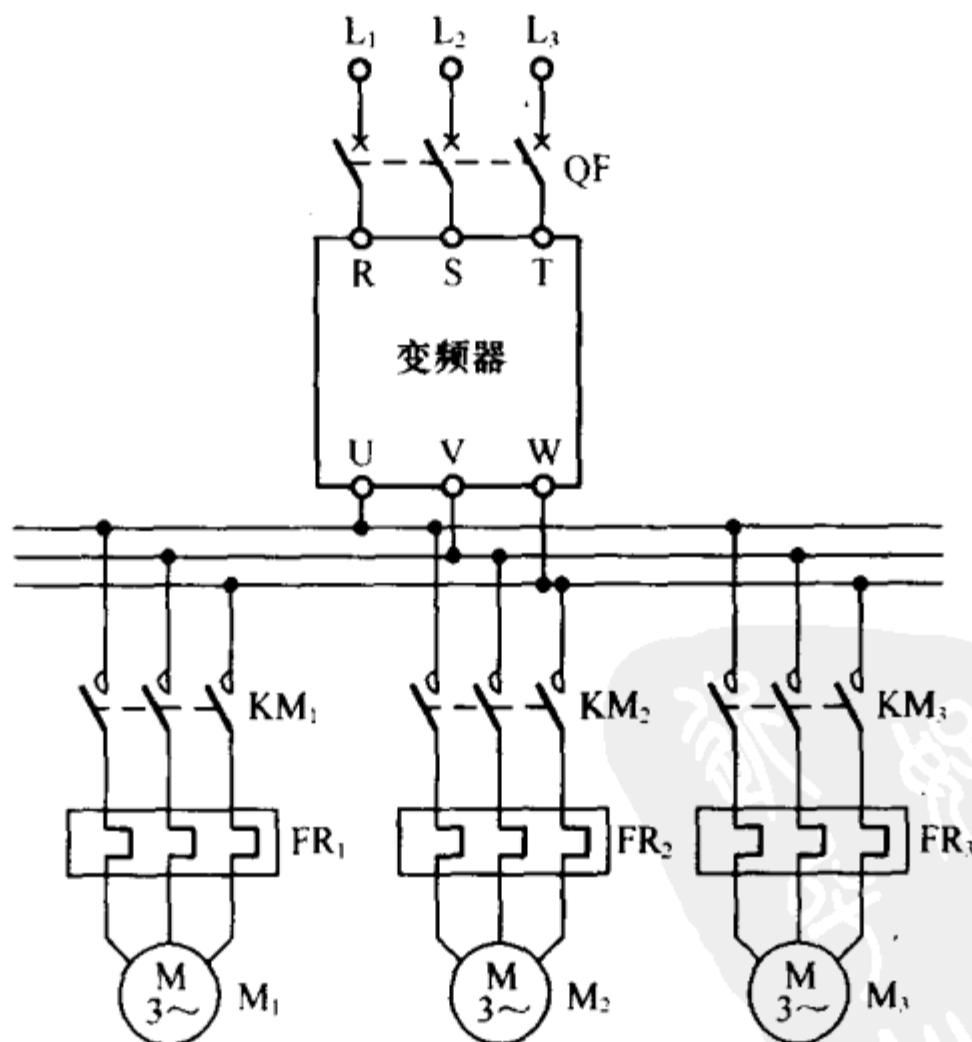

图 11 一台变频器控制多台电动机的主电路
(1) 当用一台变频器控制一台电动机时，可以取消电动机过载保护用的热继电器。这时因为变频器内部有电子热保护装置，它能很好地保护电动机过载，而普通的热继电器在非额定频率下其保护功能不理想。
(2) 在以下场合仍需保留热继电器：
- ① 特殊电动机的过载保护。
- ② 一台变频器控制多台电动机的场合。这是由于变频器容量大，其内部的热保护装置不可能对单台电动机进行过载保护。一台变频器控制多台电动机时的热继电器保护接线可参见图 11。